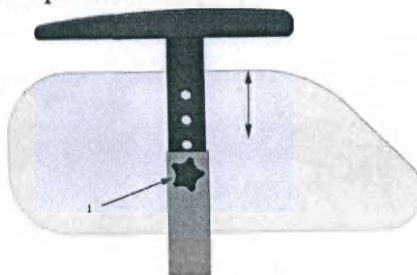

Рис.1.10
5.4.6 Кресла оснащены съёмными подлокотниками, имеющими мягкие накладки на поручнях. Для снятия подлокотника, разожмите барашек (поз.1, рис.1.10) и поднимите подлокотника вверх. Для регулировки подлокотника по высоте ослабьте барашек 1 (рис.1.8) и извлеките его из отверстия, потом отрегулируйте высоту относительно отверстий. Затяните барашек.